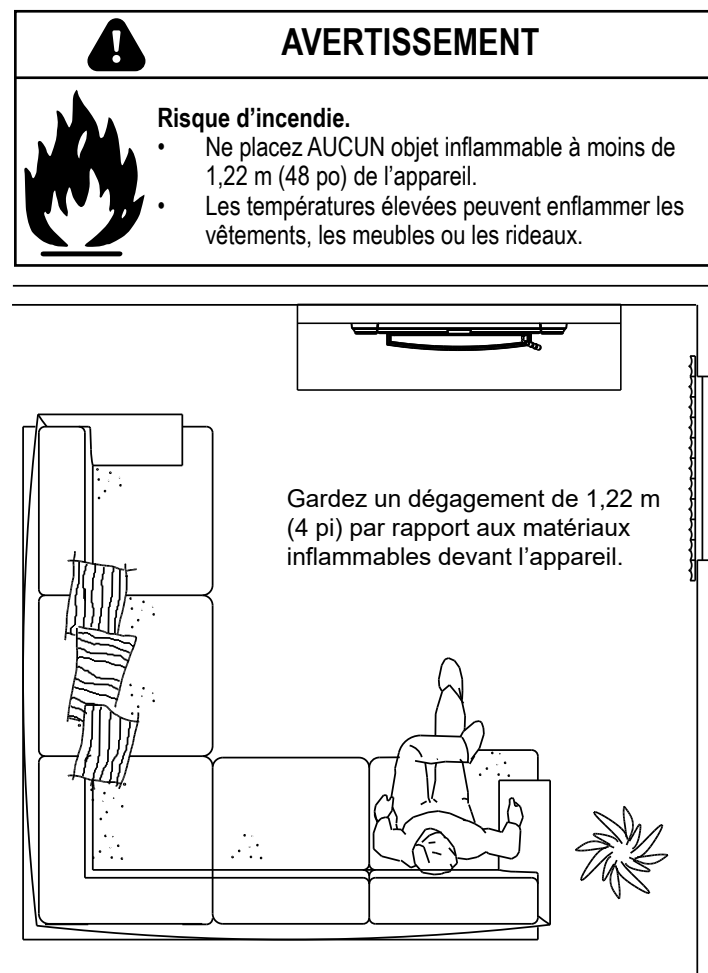

Figure 14.2
- Ne placez AUCUN objet inflammable à moins de 1,2 m (4 pi) devant l'appareil (Figure 14.2).